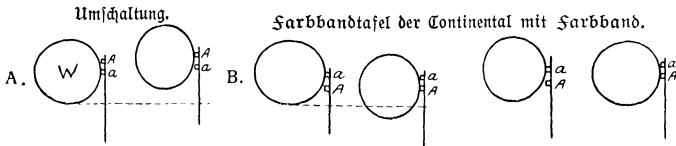

Abb. 16.
3. Die Umschaltung. Die Umschaltung (Abb. 16) ist eine Umstellvorrichtung zur Hervorbringung der Großbuchstaben und der oberen